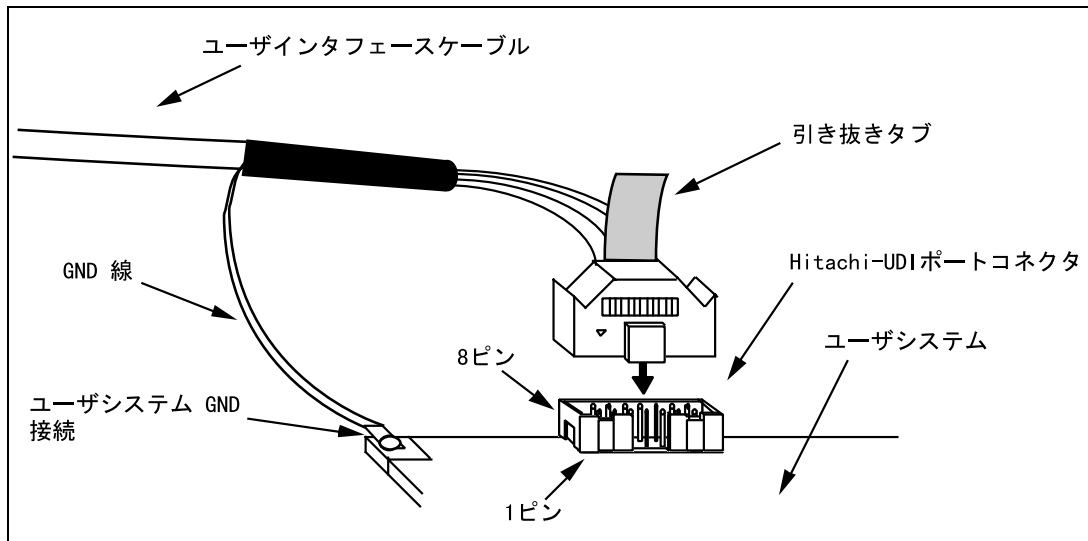

図 2.4 ユーザシステム側のユーザインタフェースケーブル接続方法
- (2) コネクタのピン配置は、「6.2章 H-UDIポートコネクタのピン配置」に示すように配置されています。
- (3) コネクタ使用時のユーザインタフェースケーブルの接続方法を図2.4に示します。ケーブルのGND線はユーザシステムのGNDに接続してください。また、GNDにネジ止めする場合は $\phi 3$ (mm)のネジを用意してユーザシステムのGNDに接続してください。